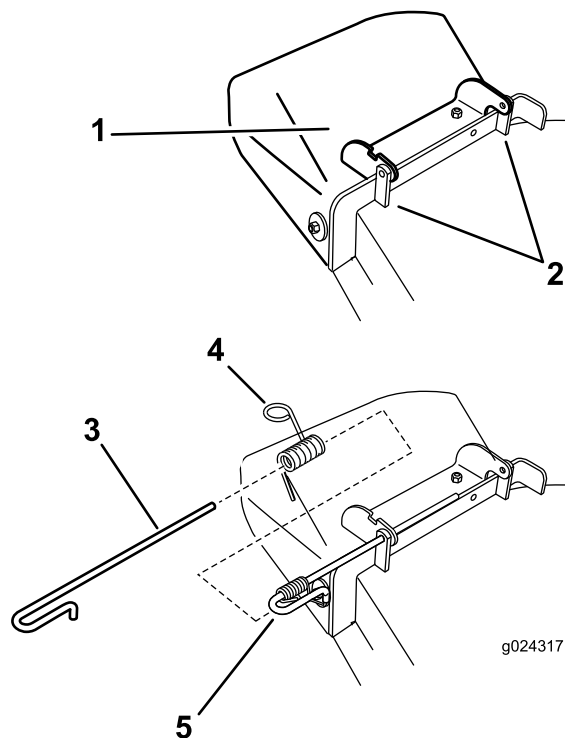

Figure 68
1. Retirez la goupille fendue de l'extrémité de la tige (Figure 68).
2. Désengagez le ressort du cran dans le support de déflecteur et sortez la tige des supports soudés du tablier, du ressort et du déflecteur d'éjection (Figure 68).
3. Positionnez le nouveau déflecteur d'éjection en plaçant les extrémités du support entre les supports soudés du tablier (Figure 68).
7. Reposez la goupille fendue à l'extrémité de la tige (Figure 68).